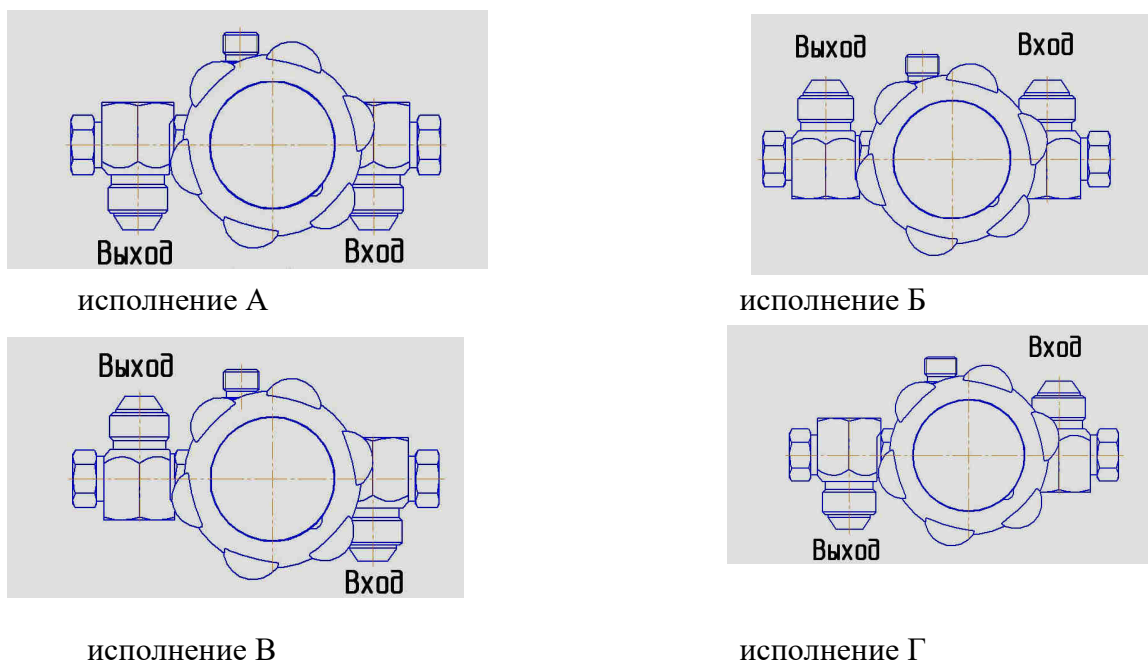

Рис. 2 Варианты взаимного расположения входных и выходных штуцеров:
6.3. Направление входных и выходных штуцеров можно изменить (см.рис.2) с исходного исполнения Б. Для этого ослабить гайку крепления штуцера, повернуть штуцер в необходимое положение и затянуть гайку.